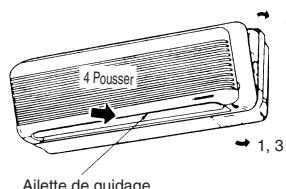

Fig. 3-13
3.7. Installation du panneau frontal (Fig. 3-13)